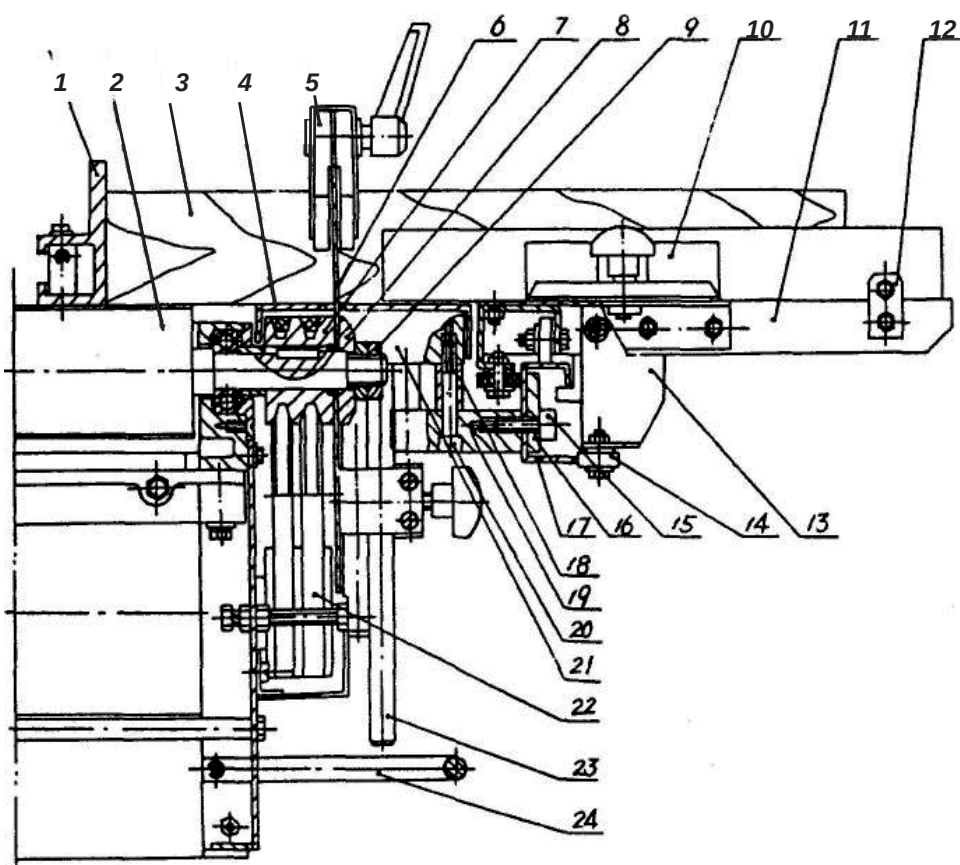

Рис. 4 Схема пиляльної частини
#### Схема пиляльної частини (Рис. 4)
- Див. Рис. 4. Розмістіть викрутку у отворі 12 ножового валу 5, аби застопорити шпindel, відкрутіть гайку за допомогою гайкового ключа, будьте обережні, аби не пошкодити різь, зніміть фланець, ретельно очистіть фланець та пиляльний диск, щоб вони ідеально підходили одне до одного, встановіть пиляльний диск на фланець, а потім встановіть їх разом зі шпindelом, зафіксувавши подвійною гайкою, потім встановіть розпилювальний стіл, нижній кожух, та одночасно поставте розпилювальний стіл на 0,5-1 мм вище заднього столу.